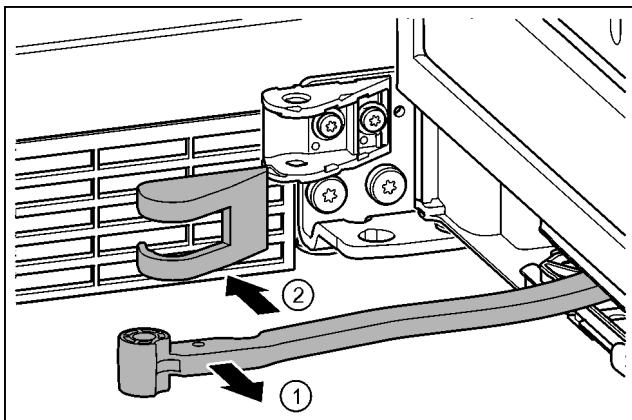

Fig. 16
- 将铰链转向门的方向。Fig. 16 (1)
► 移除托架盖。Fig. 16 (2)